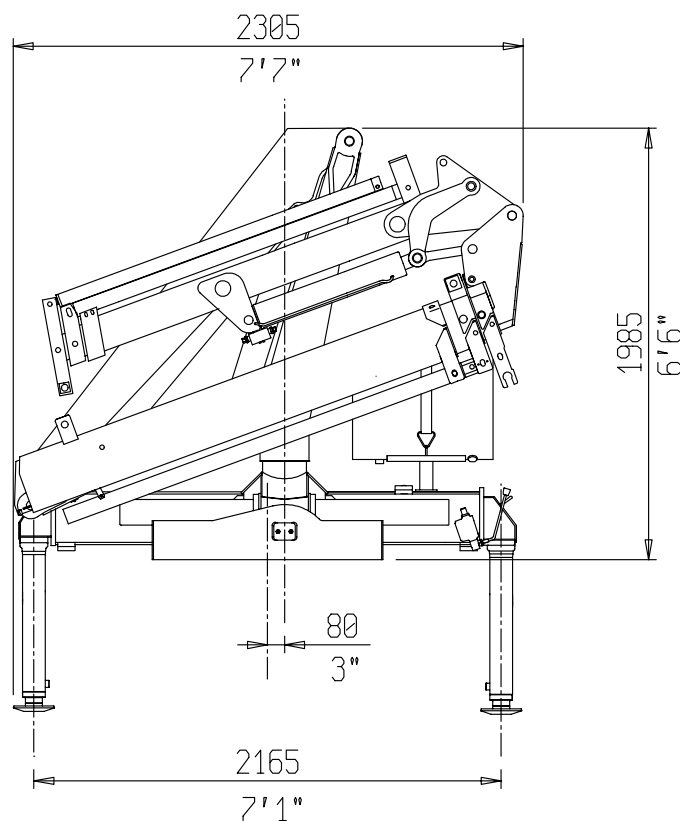

Fig.6-4
6.5 ANTENNA J11 PER 8522 (Fig. 6.4)
6.5 J11 JIB FOR PM 8522 (Fig. 6.4)
6.6 ANTENNA J12 PER 8522 (Fig. 6.4)
6.6 J12 JIB FOR PM 8522 (Fig. 6.4)